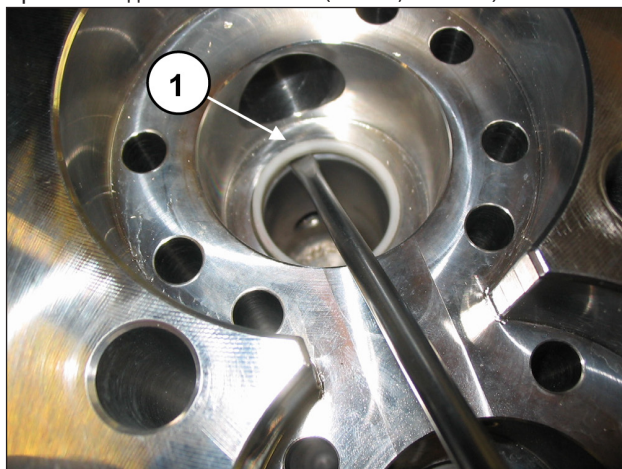

Рис. 116
Выньте гнезда клапанов и проверьте степень износа уплотнений. При необходимости замените (поз. ①, Рис. 116).